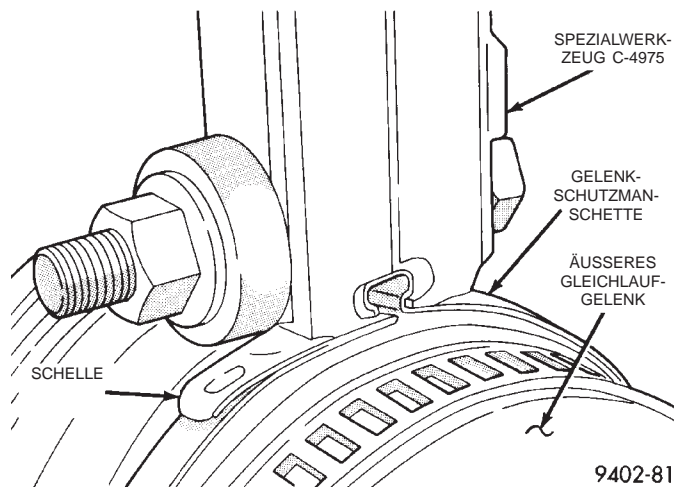

Abb. 39 Schelle der Gelenkschutzmanschette montiert
(7) Die Schelle am Gelenkgehäuse mit Spezialwerkzeug C-4975 nach folgender Anleitung zusammenquetschen. Spezialwerkzeug C-4975 über dem Steg der Schelle ansetzen (Abb. 38). Die Mutter des Spezialwerkzeugs C-4975 anziehen, bis die Backen des Werkzeugs dicht aneinanderliegen (Abb. 39).